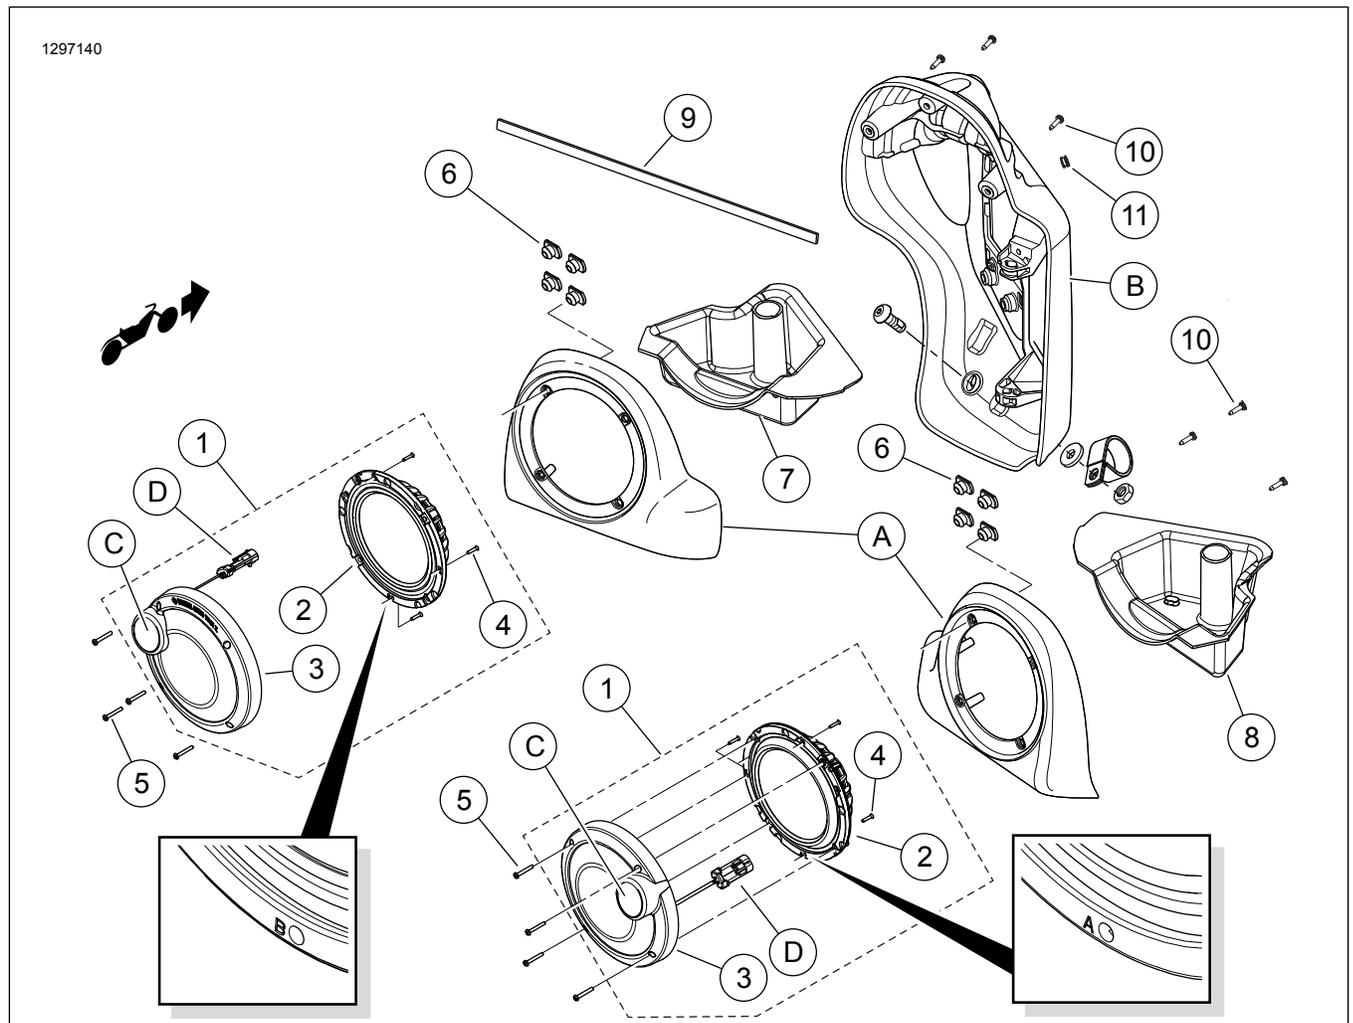

图12. 维修零件: Boom! AudioStage II挡风板下部扬声器套件
为了便于组装，首先将螺丝(参见图12，项目10)安装到不带托盘的音箱上。取下螺丝。
18. 参见图12。将拆分套环(11)分离。将套环套在线束分支上。安装到挡风板上钻出的孔中。
22. 参见图12。将扬声器音箱内的扬声器线路连接器与新低音扬声器后部的铲形接线端相连接。不同大小的铲形触头可防止装配错误的情况。